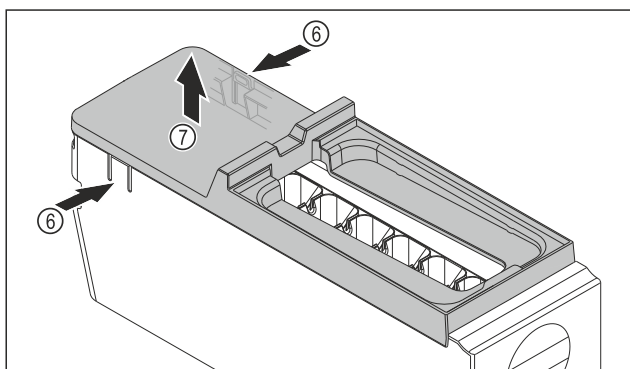

Fig. 112
- Extraer la cubierta del EasyTwist-Ice: Presionar con la mano las lengüetas Fig. 112 (6) a ambos lados del cuerpo del EasyTwist-Ice.
- Sacar la cubierta Fig. 112 (7) con la otra mano tirando hacia arriba.